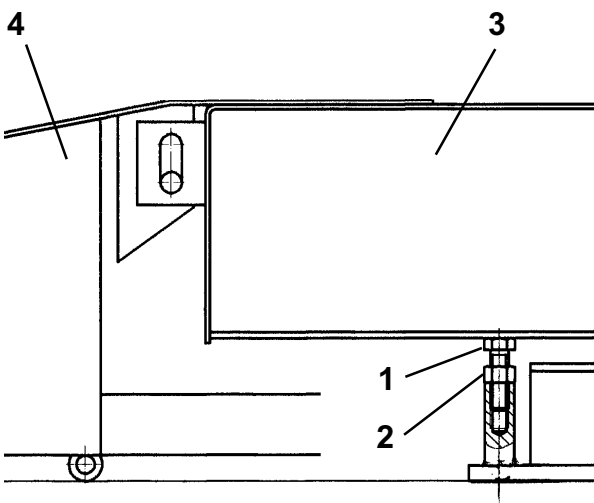

Fig.24
Rif. Fig.24 - Procedere come sopra tenendo conto dell'allineamento delle pedane (3) rispetto le rampe di salita (4).
Ref. Fig. 24. Proceed as described above, checking the alignment of the platforms (3) with respect to the approach ramps (4).
Zu Abb. 24. Wie bereits beschrieben verfahren, dabei die Ausrichtung der Fahrschienen (3) den Auffahrampen (4) gegenüber berücksichtigen.
Ref. Fig.24. Procéder comme indiqué plus haut, en tenant compte de l'alignement des chemins de roulement (3) par rapport aux rampes d'accès (4).
Ref. Fig. 24. Proceder respetando las instrucciones detalladas en el párrafo anterior, considerando el alineado de las plataformas (3) respecto a la rampa de subida (4).